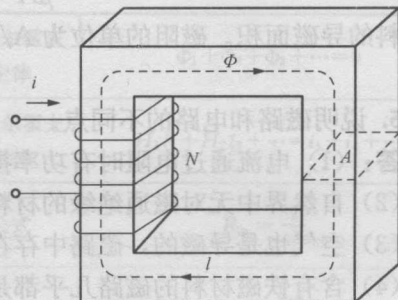

图 1-8
2. 有一闭合铁芯磁路,磁路的平均长度 $l=0.3\text{m}$,铁芯的磁导率 $\mu_{\text{Fe}}=5000\mu_0$,套装在铁芯上的励磁绕组为 500 匝,如图 1-8 所示。试求在铁芯中产生 1T 的恒定磁通密度时,所需的励磁磁动势和励磁电流。